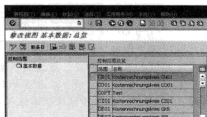

图 5-100 控制范围基本数据
STEP 2 在弹出的“修改视图基本数据：总览”界面中，右栏中显示出有的所有控制范围，如图 5-100 所示。